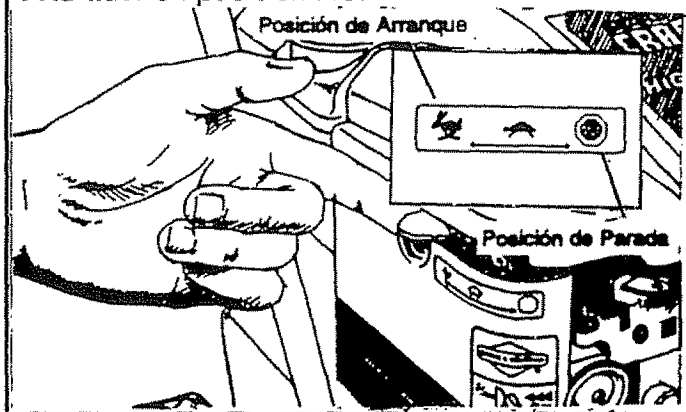

FIG. 12
- Coloque la lavadora a presión en un área suficientemente cercana a una fuente exterior de agua que pueda fluir a una velocidad de tres (3) galones por minuto (11,4 l/m). Conecte una manguera de jardín al caño de agua.
- Ajuste el control del obturador del motor a la posición RUN (Fig. 12).
- Primero, mueva la palanca del obturador del motor a la posición "STOP" (Fig. 12).